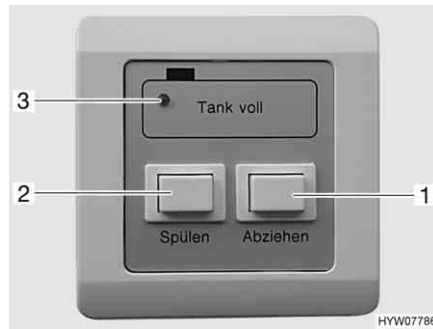

Bild 215 Bedieneinheit für Toilette
- Die Taste "Spülen" (Bild 215,2) so lange drücken, bis das Sammelbecken bis zur Markierung mit Wasser gefüllt ist.
- Die Taste "Abziehen" (Bild 215,1) so lange drücken, bis das Sammelbecken in der Toilette leer ist. Während des Absaugens ertönt ein kurzer Warnton.
Wenn der Fäkalientank voll ist, leuchtet die Kontroll-Lampe (Bild 215,3) rot auf.